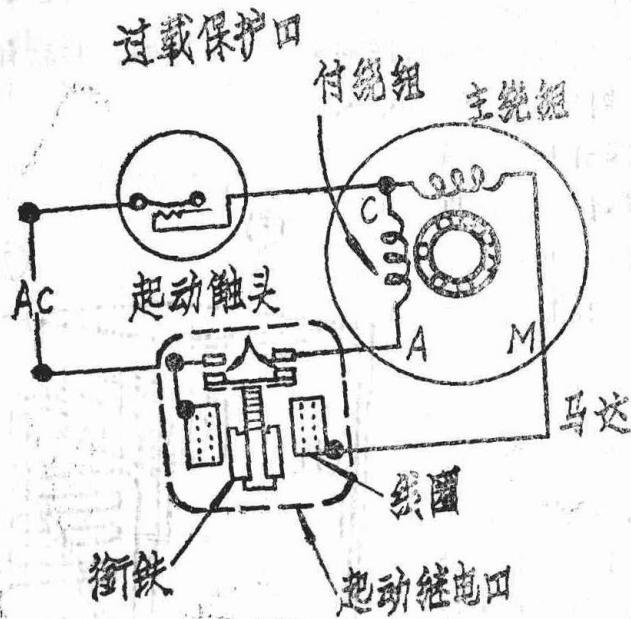

图17 起动继电器与过载保护器的结构示意图
(1) 电动机：采用分相式单相感应电机。
(2) 起动继电器与过载保护器的结构与联接，如图17所示，起动继电器是电流线圈继电器，过载保护器则采用双金属片为感温元件，这二者一起装在压缩机左侧小匣内。过载保护器直接紧贴在机壳上，以便感受机壳温度，其发热元件则与电路串接，因此不仅